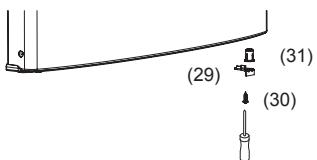

Рис. 9
- Снимите ограничитель (29) рис. 9 в нижней части двери холодильного отделения, открутив винт (30) рис. 9 и закрепите его на противоположной стороне. Проделайте аналогичную операцию для двери морозильного отделения;
- Снимите втулку (31) рис. 9 в нижней части двери холодильного отделения и зафиксируйте её с противоположной стороны.